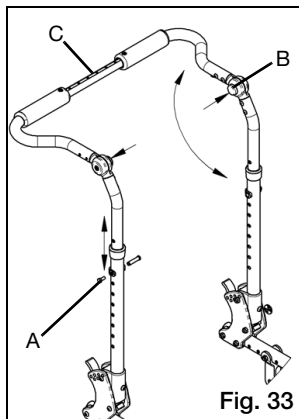
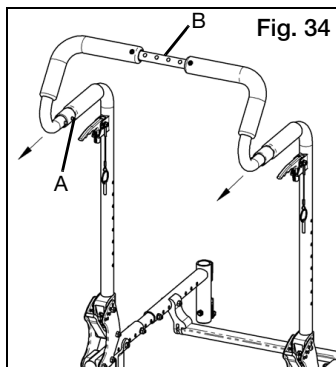

Fig. 33
Fig. 34
- Si la silla está equipada con un respaldo de altura ajustable, quite los dos tornillos (Fig. 33:A) de los tubos del respaldo telescópico con una llave Allen de 4mm y una llave de 10mm.
- Si la silla está equipada con un respaldo de altura ajustable, pulsar botones de bisagras de bloqueo (Fig. 33:B). Ambos botones deben presionarse simultáneamente para ajustar el ángulo.
- Presione los botones (Fig. 34:A) a ambos lados de la silla hacia el extremo inferior de los tubos de la manija tipo carriola para desenganchar las lengüetas de bloqueo.
PELIGRO: No intente levantar o inclinar la silla de ruedas sujetando el puntal central que une la manijas de empuje del respaldo de altura ajustable (Fig. 33:C) o del puntal central que une las manijas de empuje de la manija tipo carriola extraíble (Fig. 34:B). Estos puntales pueden romperse resultando en una caída o la pérdida de control y pueden causar lesiones graves o la muerte.